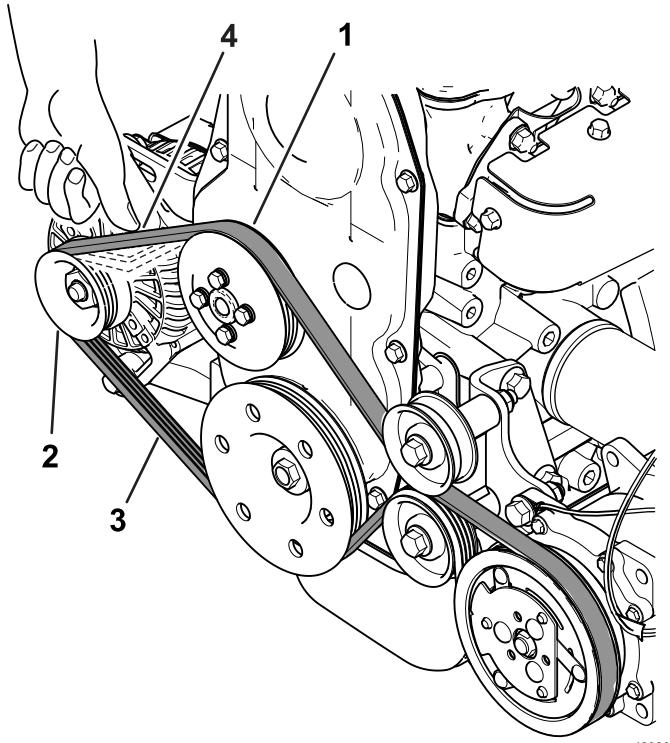

Bild 38
12. Messen Sie die Riemenauslenkung, indem Sie eine Kraft von 98 N bzw. eine Auslenkung von 8 bis 10 mm auf den Riemen zwischen Lüfterlaufscheibe und Freilaufriemenscheibe aufbringen (Bild 38).